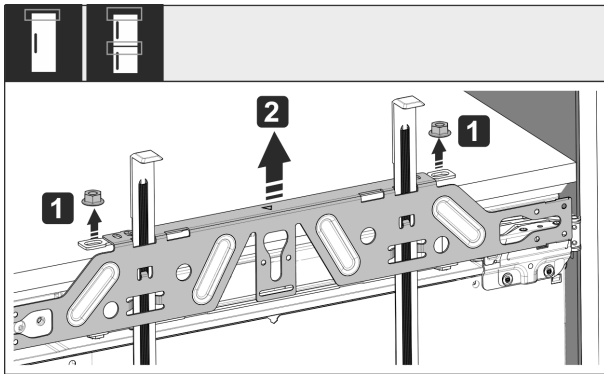

Fig. 52
- ▶ Otpustite protumatice Fig. 52 (1).
- ▶ Skinite Fig. 52 (2) pričvrсну poprečnu letvicu.